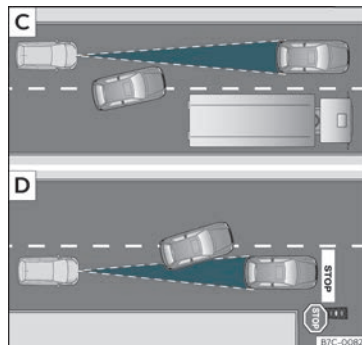

Fig. 165 C) Mudança de faixa de um veículo. D) Veículo em circulação e outro parado.
- Veículos que mudem para a faixa na qual circula a pouca distância do veículo»» **Fig. 165** **C**.
O ACC não reage perante veículos detidos. Se, por exemplo, um veículo detetado pelo ACC roda ou se afasta e em frente do mesmo se encontra um veículo parado, o ACC não reagirá face a este último»» **Fig. 165** **D**.